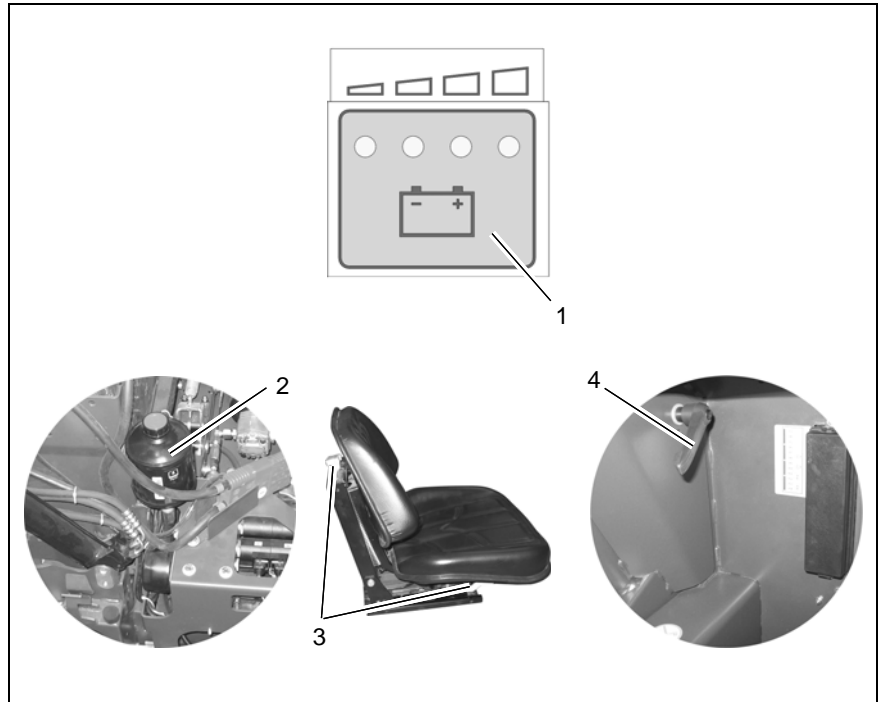

Abb.3
2. Batterieladezustand (Abb. 3/1) prüfen, ggf. Batterie laden.
3. Hydraulikölstand am Hydrauliktank (Abb. 3/2) prüfen, ggf. nachfüllen.
4. Sitzeinstellungen am Fahrersitz (Abb. 3/3) prüfen.
5. Lenkradeinstellung prüfen, ggf. mit dem Hebel (Abb. 3/4) neu einstellen.